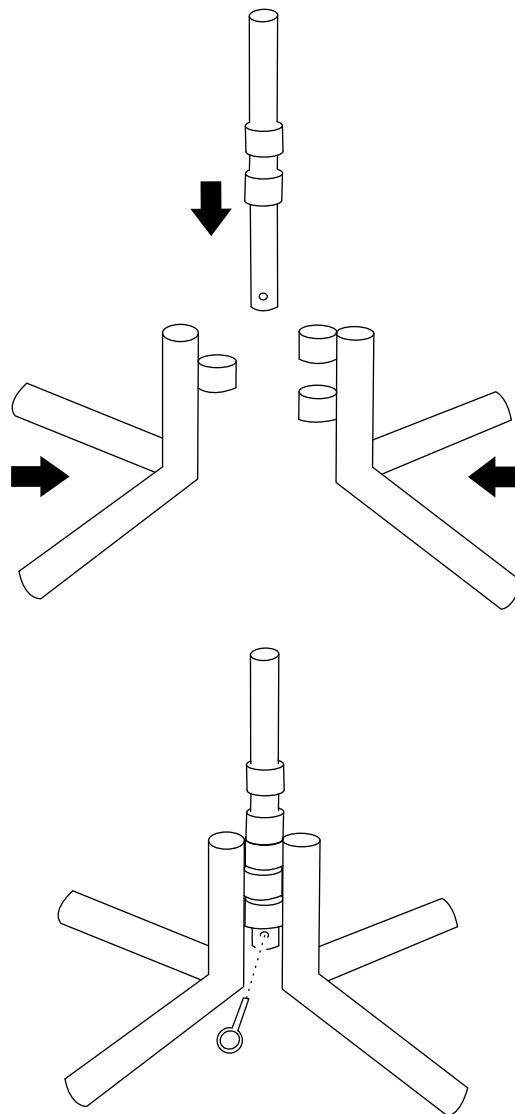

Figure 13
1. Réunissez les 2 moitiés des pieds de support et insérez le tube de pivot au centre (Figure 13).
2. Insérez la goupille de verrouillage au bas du tube de pivot (Figure 13).